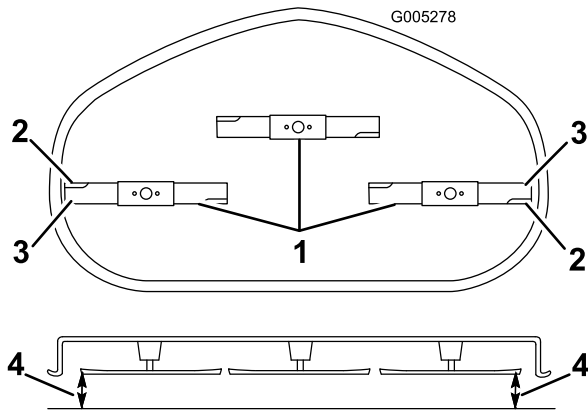

Figura 40
- Gire cuidadosamente la(s) cuchilla(s) colocándola(s) perpendicularmente al sentido de avance de la máquina (Figura 40). Si hay una diferencia de más de 5 mm entre ambas dimensiones, se requiere un ajuste; siga con este procedimiento.
- Mida entre los bordes de corte exteriores y la superficie plana (Figura 40). Si hay una diferencia de más de 5 mm entre ambas dimensiones, se requiere un ajuste; siga con este procedimiento.